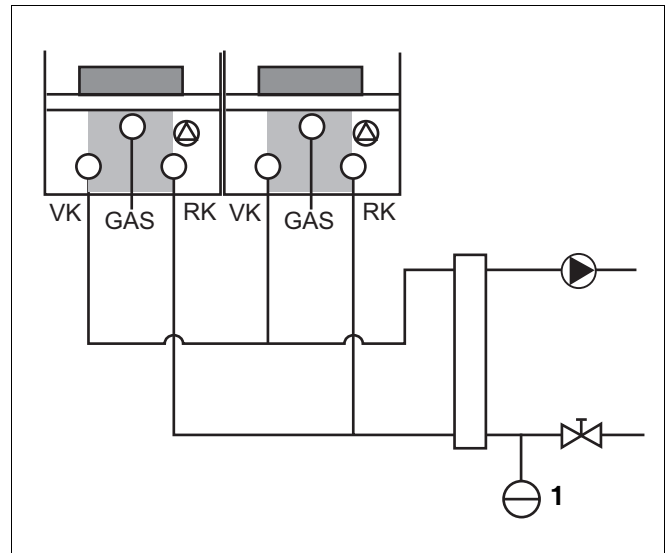

Fig. 12 Aansluiten expansievat bij meervoudige opstelling (Cascadeopstelling)
- Sluit in dit geval het expansievat aan de secundaire zijde van de open verdeler aan in de retour (fig. 12), zodat elk cv-toestel in verbinding met het expansievat staat (fig. 12).